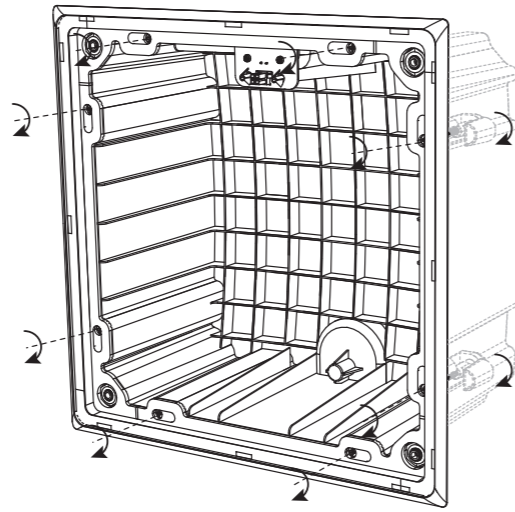

Fig. 18. Tighten the mounting clamp screws (X8)
- 取り付けクランプネジを時計回りに締めながら、バック缶を天井の所定の位置に保持します (図 18)。8つのクランプすべてが所定の位置に配置され、背面を天井の乾式壁にしっかりと固定できるようになるまで、これを体系的に行います。